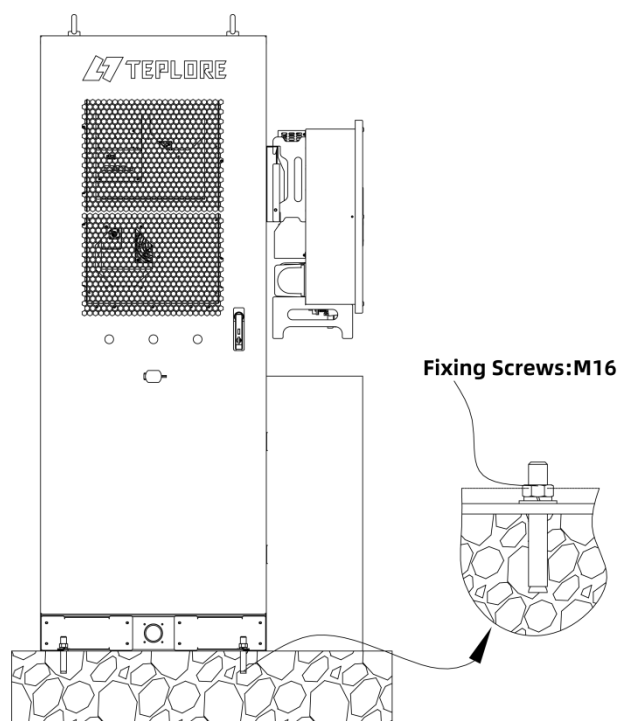

Figura 6-1 Atornillado del armario
Paso 2: Fije el equipo en las cuatro esquinas inferiores con sujetadores M16, tal y como se muestra en la Figura 6-1.